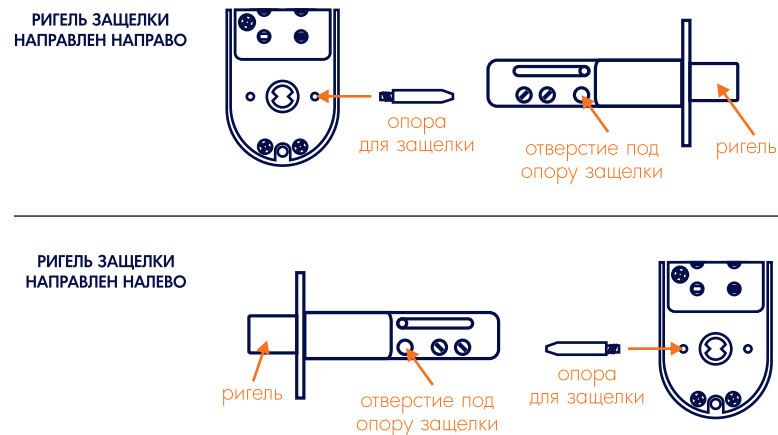

рис. 4
Опора (13) необходима для точной фиксации защелки (5) в двери. Установите опору (13) для защелки (5) в корпус замка (1), используя **рис. 4**.